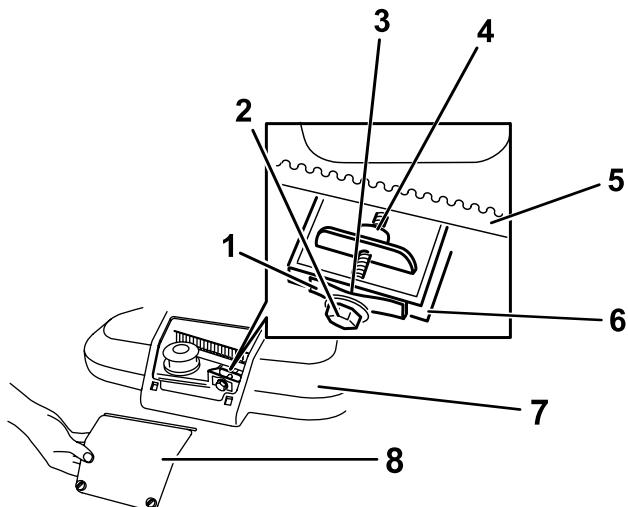

Figure 28
1. Desserrez les 2 vis sur le panneau d'accès au couvercle de courroie et déposez le panneau (Figure 28).
Remarque: Si un espace est visible entre la jauge et le ressort, serrez le boulon et l'écrou de réglage jusqu'à ce que la jauge d'épaisseur puisse à peine passer dans l'espace (Figure 28).